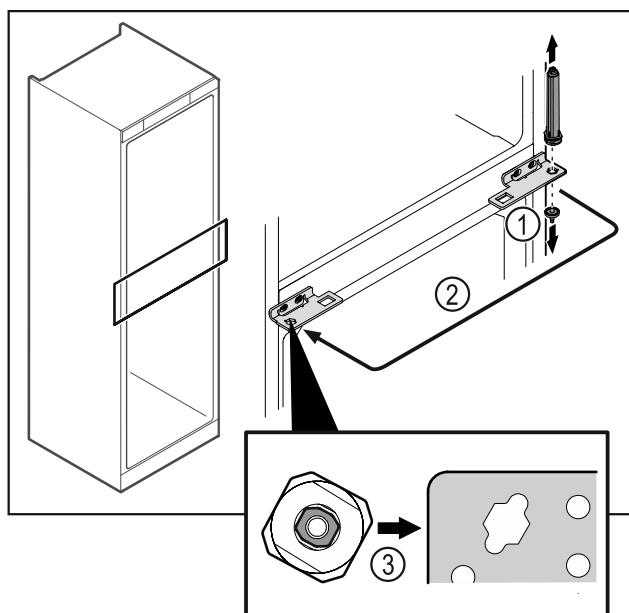

Fig. 48
- Odskrutkujte čap závesu Fig. 48 (1).
- Premiestnite systém zatvárania dverí Fig. 48 (2).
- Dbajte pri nasadzovaní na správne vyrovnanie systému zatvárania dverí Fig. 48 (3).